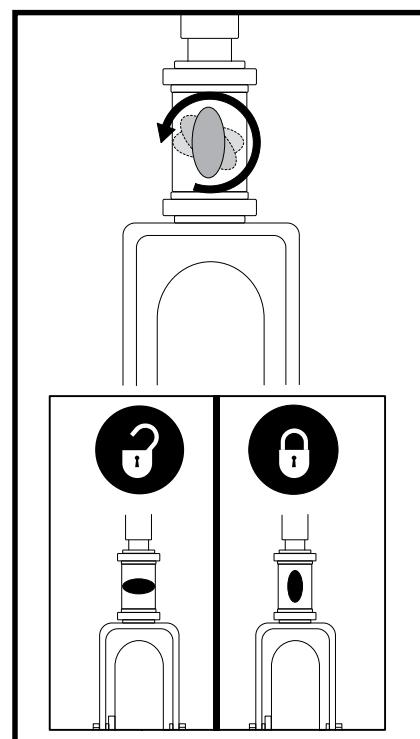

Figura 26. Manopola di blocco del manubrio (esclusivamente per il modello 104)
1. Estrarre la chiave dall'apposito interruttore. *Per il modello 104*, bloccare il manubrio in posizione diritta in avanti spingendo la manopola di blocco del manubrio e ruotandola in senso orario di 90°. Vedere figura 26. La ruota anteriore deve essere rivolta in avanti per bloccare il manubrio.